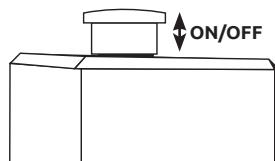

Figure 2
- Ανοίξτε τη βαλβίδα εξόδου, ρυθμίστε το κουμπί του διακόπτη πίεσης στη θέση "ON" (fig.2) και αφήστε τον αεροσυμπιεστή να λειτουργήσει για 10 λεπτά χωρίς φορτίο, προκειμένου να εξασφαλιστεί η λίπανση των κινούμενων μερών πριν από την κανονική λειτουργία.